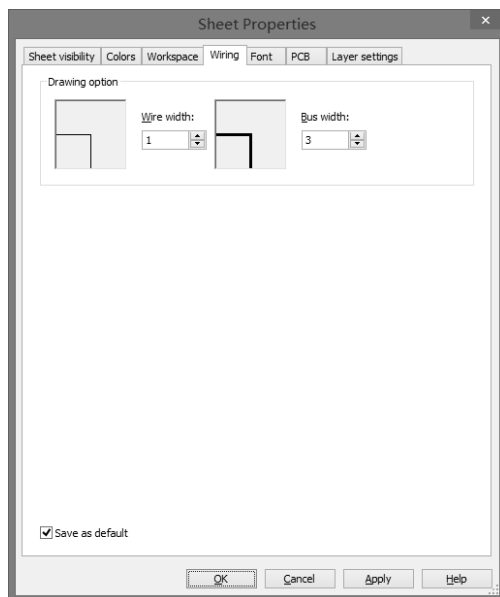

图 4.1.40 “Wiring” 标签
(4) “Wiring (导线)” 标签：对图纸的线宽进行设置。Wire width：连接导线线宽；Bus width：总线宽度，如图 4.1.40 所示。